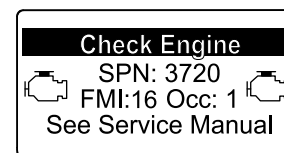

Figure 97
- Si le code d'anomalie moteur CHECK ENGINE SPN 3251 FMI 0, CHECK ENGINE SPN 3720 FMI 0 ou CHECK ENGINE SPN 3720 FMI 16 s'affiche dans l'InfoCenter (Figure 97), nettoyez le filtre à suie en procédant comme suit :